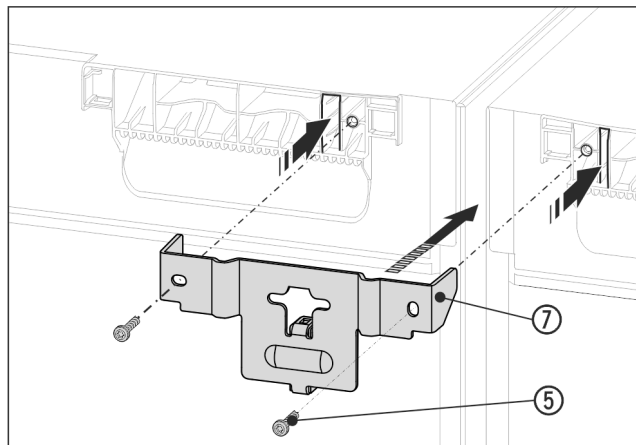

Fig. 15 Príklad zobrazenia
- Uholník Fig. 15 (7) s dištančným dielom zasuniete medzi zariadenia a strmeňmi do stropu zariadenia. Priskrutkujte ho pomocou 2 skrutiek Fig. 15 (5).